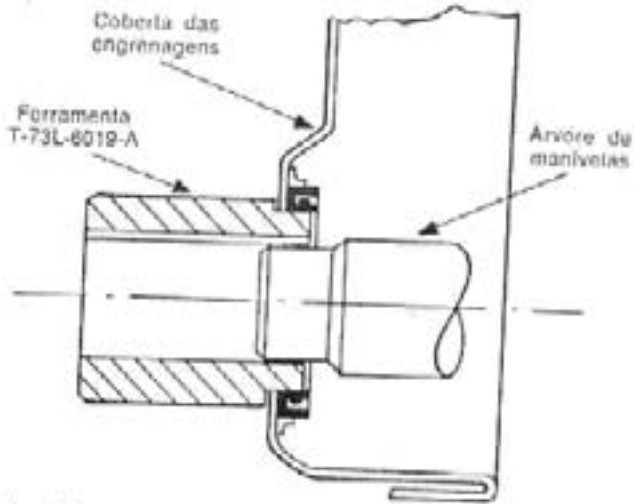

fig. 12 — centralização da cobertura das engrenagens da distribuição
8. Instalar a ferramenta T73L-6019-A (fig. 12) para centralizar a cobertura das engrenagens da distribuição com a árvore de manivelas.